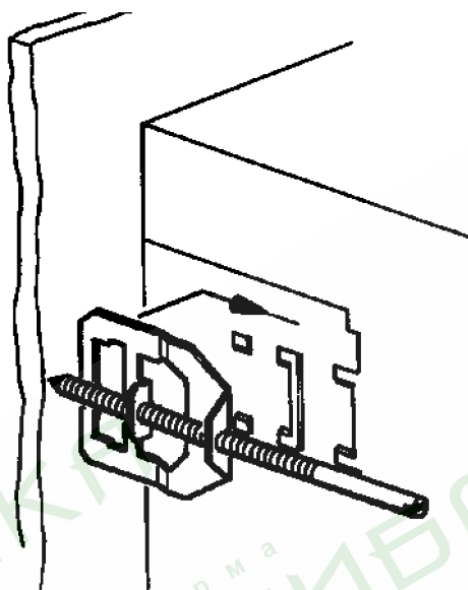

Рис. 2
2. Установите прибор в подготовленное отверстие. Затем установите монтажные клипсы, входящие в комплект, на соответствующие места на корпусе стараясь не повредить монтажные клипсы (рис. 2). С небольшим усилием закрепите монтажные клипсы на корпусе прибора.